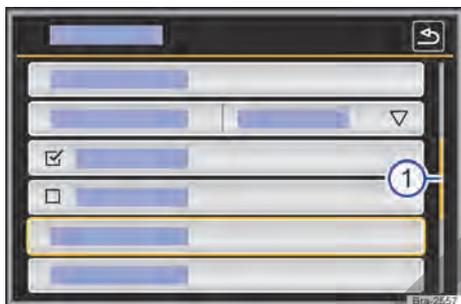

Fig. 104 Representación esquemática: entradas de la lista en el menú de configuraciones.
Se puede acceder a las entradas de la lista mediante un toque directo en el display o por medio de la tecla de regulación → **fig. 104 ④**.
Si en una vista de lista hay más registros seleccionables de los que se puede ver, se muestran superficies de función para desplazar o una barra de desplazamiento a la derecha en la imagen → **fig. 104 ①**.